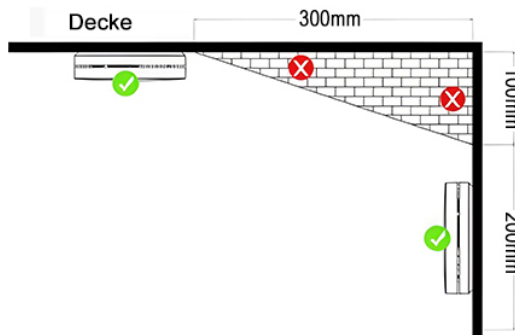

Abbildung 1
5. Wenn der Melder nicht an die Deckenmitte installiert werden kann, bringen Sie ihn 300mm von den Ecken entfernt an. (Abb. 1).